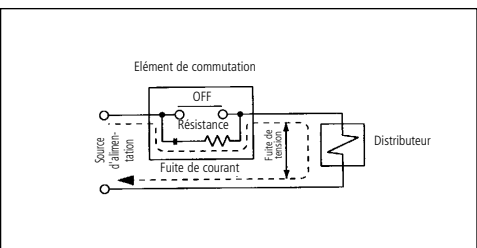

Fig. 12
- Desserrez les vis de borne du bornier et insérez les fils dénudés, conformément au schéma de câblage (Fig. 12). Bloquez chaque fil en resserrant la vis de bornier correspondante.
### Tension de fuite (Fig. 12)